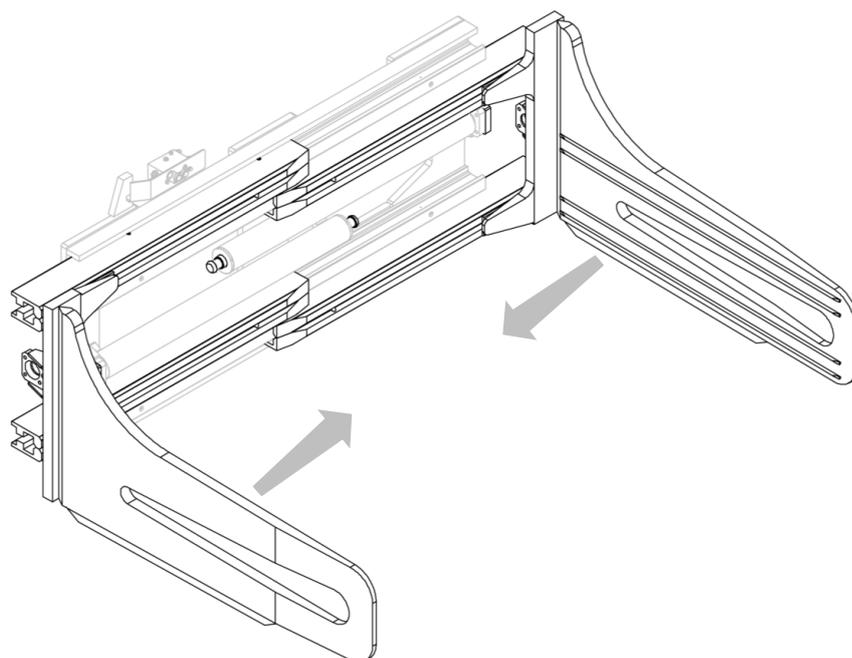

Figura 7
2. Insertar los perfiles, con sus brazos, en los asientos correspondientes, colocándolas correctamente con respecto a los cilindros (mira *Figura 7*).